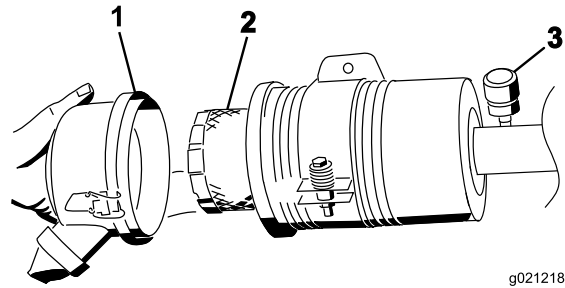

Bild 84
6. Nehmen Sie den Filter heraus und wechseln Sie ihn (Bild 84).